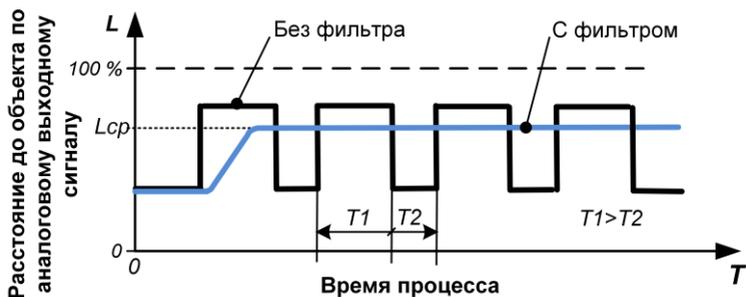

Рисунок 5.1 – Алгоритм работы датчика со сглаживающим фильтром.
1) сглаживающий – обеспечивает сглаживание скачков выходного сигнала при работе в условиях помех. Может использоваться, например, при измерении уровня жидкости, на поверхности которой присутствуют волны. Работу фильтра поясняет **рисунок 5.1**. Уровень фильтрации определяет количество выборок значений для определения расстояния. Для изменения уровня фильтрации, при использовании программы «Sonopulse Type», на вкладке «Выходы» в строке «Демпфирование» – доступны значения от 0 (отключен фильтр) до 100 и более (чем больше значение, тем дольше нужно поработать датчику, чтобы набрать указанное количество отсчетов).